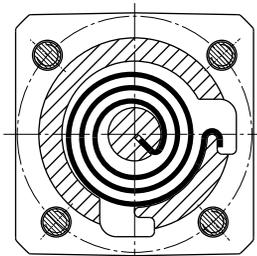

Bild 1 Einbaulage der Schließfeder für Bedienungsseite "rechts"
- Im Federgehäuse (733) sind 2 Aufnahmenuten für die Schließfedern eingegossen. Die Nuten sind für die unterschiedliche Aufnahme der Schließfedern bei den Ausführungsarten "Bedienungsseite rechts" oder "Bedienungsseite links" erforderlich.
- Beim Einbau sind die Schließfedern zunächst in das Federgehäuse (733) einzulegen. Dabei ist auf die Anordnung der Federn gemäß Bild 1 und 2 zu achten.
- Die richtige Vorspannung der Schließfedern ist dann gegeben, wenn sich alle 4 Befestigungsschrauben (732) im Gehäuse montieren lassen (ca. halbe Umdrehung des Federgehäuses). Die Ventilklappe muss sich dabei in der Geschlossenstellung befinden.